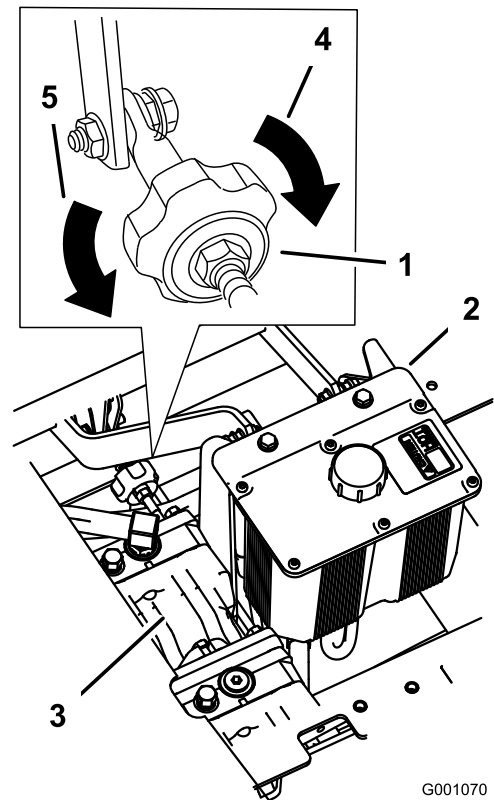

Figure 75
2. Réglez la longueur de la tige de pompe en tournant le bouton dans le sens voulu, jusqu'à ce que la roue soit immobilisée ou tourne légèrement en marche arrière (Figure 75).